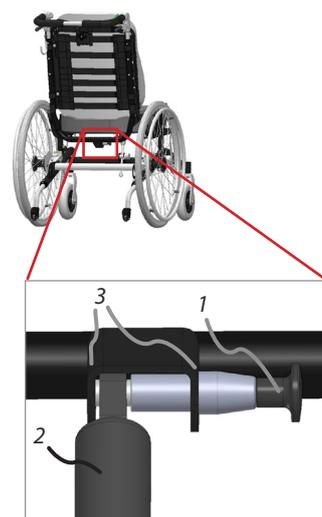
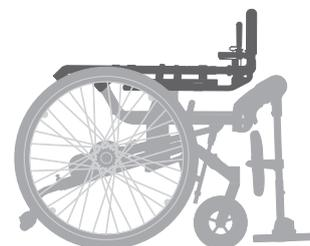

Abb. 52. Sperrbolzen zum Einklappen der Rückenlehne
Abb. 53. Zusammengeklappter Rollstuhl.
- Umfassen Sie mit einer Hand den Schiebebügel und ziehen Sie den Sperrbolzen der Rückenlehne heraus (1 in Abb. 52). Daraufhin gibt die Halterung (3) die Gasfeder (2) frei, und die Rückenlehne kann nach vorn auf den Sitz geklappt werden, siehe Abb. 53.
- Ziehen Sie den Bolzen (1) heraus und bringen Sie die Gasfeder in Stellung.
- Führen Sie den Bolzen durch die Montageöffnung der Gasfeder (4, Abb. 54) und VOLLSTÄNDIG durch beide Platten der Halterung (3, Abb. 52).
- Kontrollieren Sie, dass der Bolzen (1) vollständig durch die Halterung gesteckt ist, siehe Abb. 52.